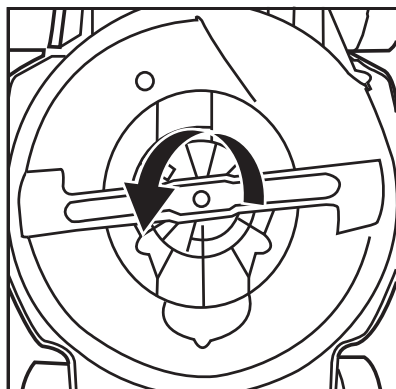

Fig. 16
4. Desserrer le boulon de fixation (Fig. 16).